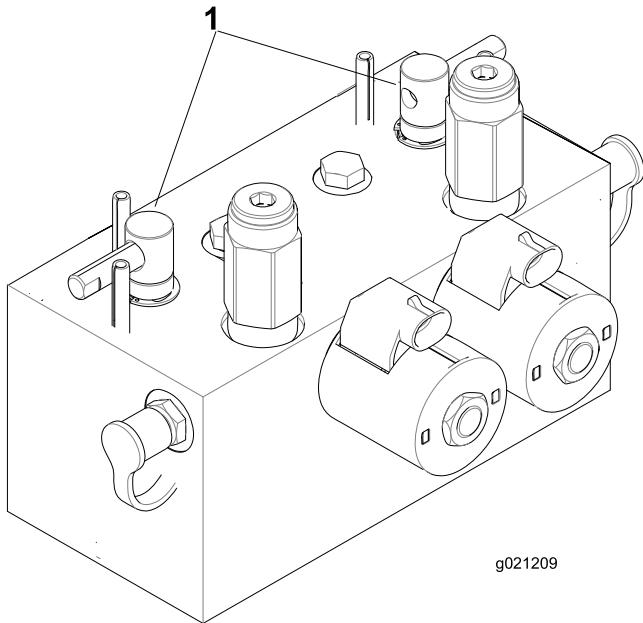

Figura 77
2. Sbloccate il sedile ed alzatelo per esporre le leve di lappatura (Figura 77).
5. Selezionate le leve di lappatura anteriore, posteriore o entrambe per stabilire gli elementi da lappare (Figura 77).